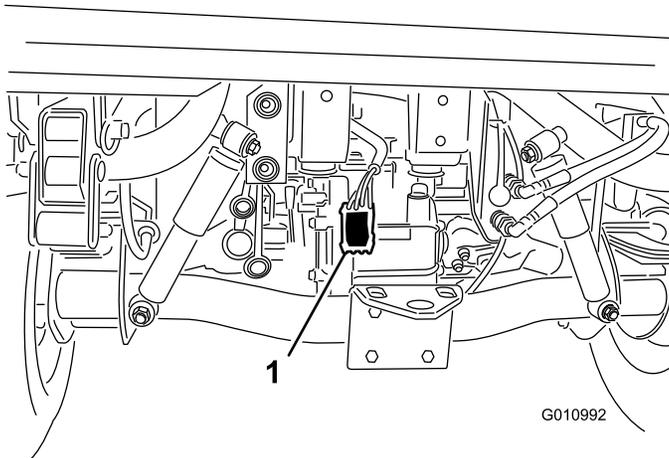

図 7
4. スーパーのワイヤハーネスを、ワークマンのメインワイヤハーネスに沿って車両後部へ配線する 図 7。